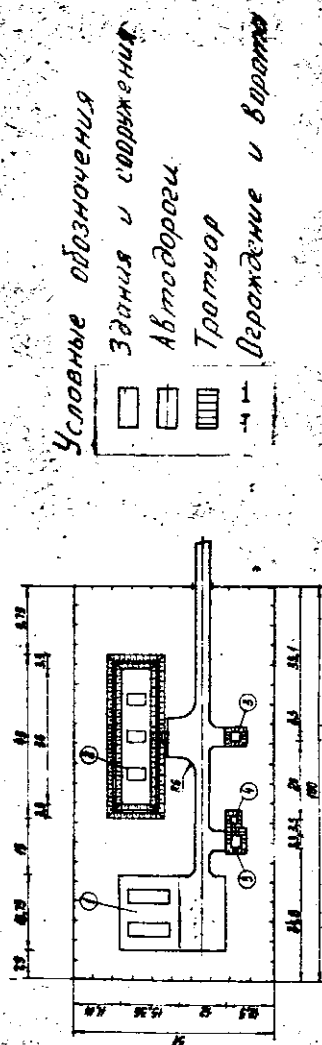

Рис. 5. Примерный план обустройства электростан-
4.3. При предполагаемой длительной работе электростанции на жидком топливе рекомендуется технологическая схема установки и обустройства электростанции, приведенная на рис.5.